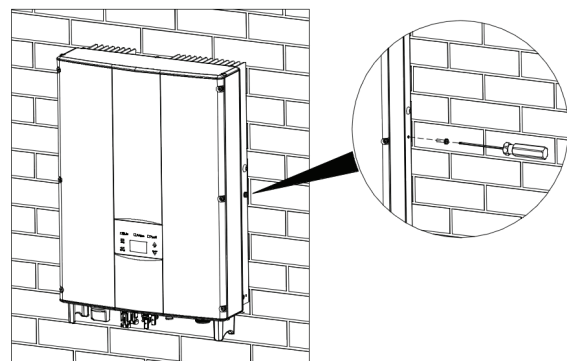

Figura 15 Installazione dei bulloni M5X20
(6) Assicurarsi che l'inverter sia installato correttamente e serrare i bulloni M5X20 nei fori a sinistra e a destra dell'inverter (la coppia di serraggio è di 3 N•m). Come illustrato nella Figura 15.